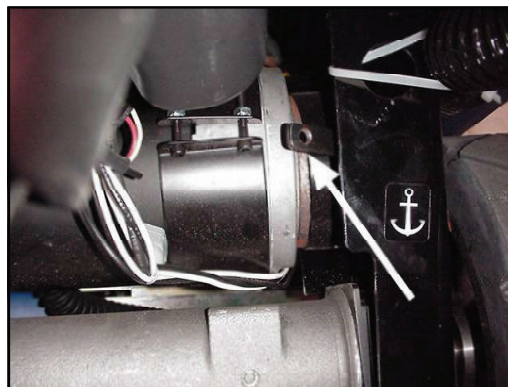

Figure 18
**Déplacement de la machine sans alimentation électrique (voir figure 18)**